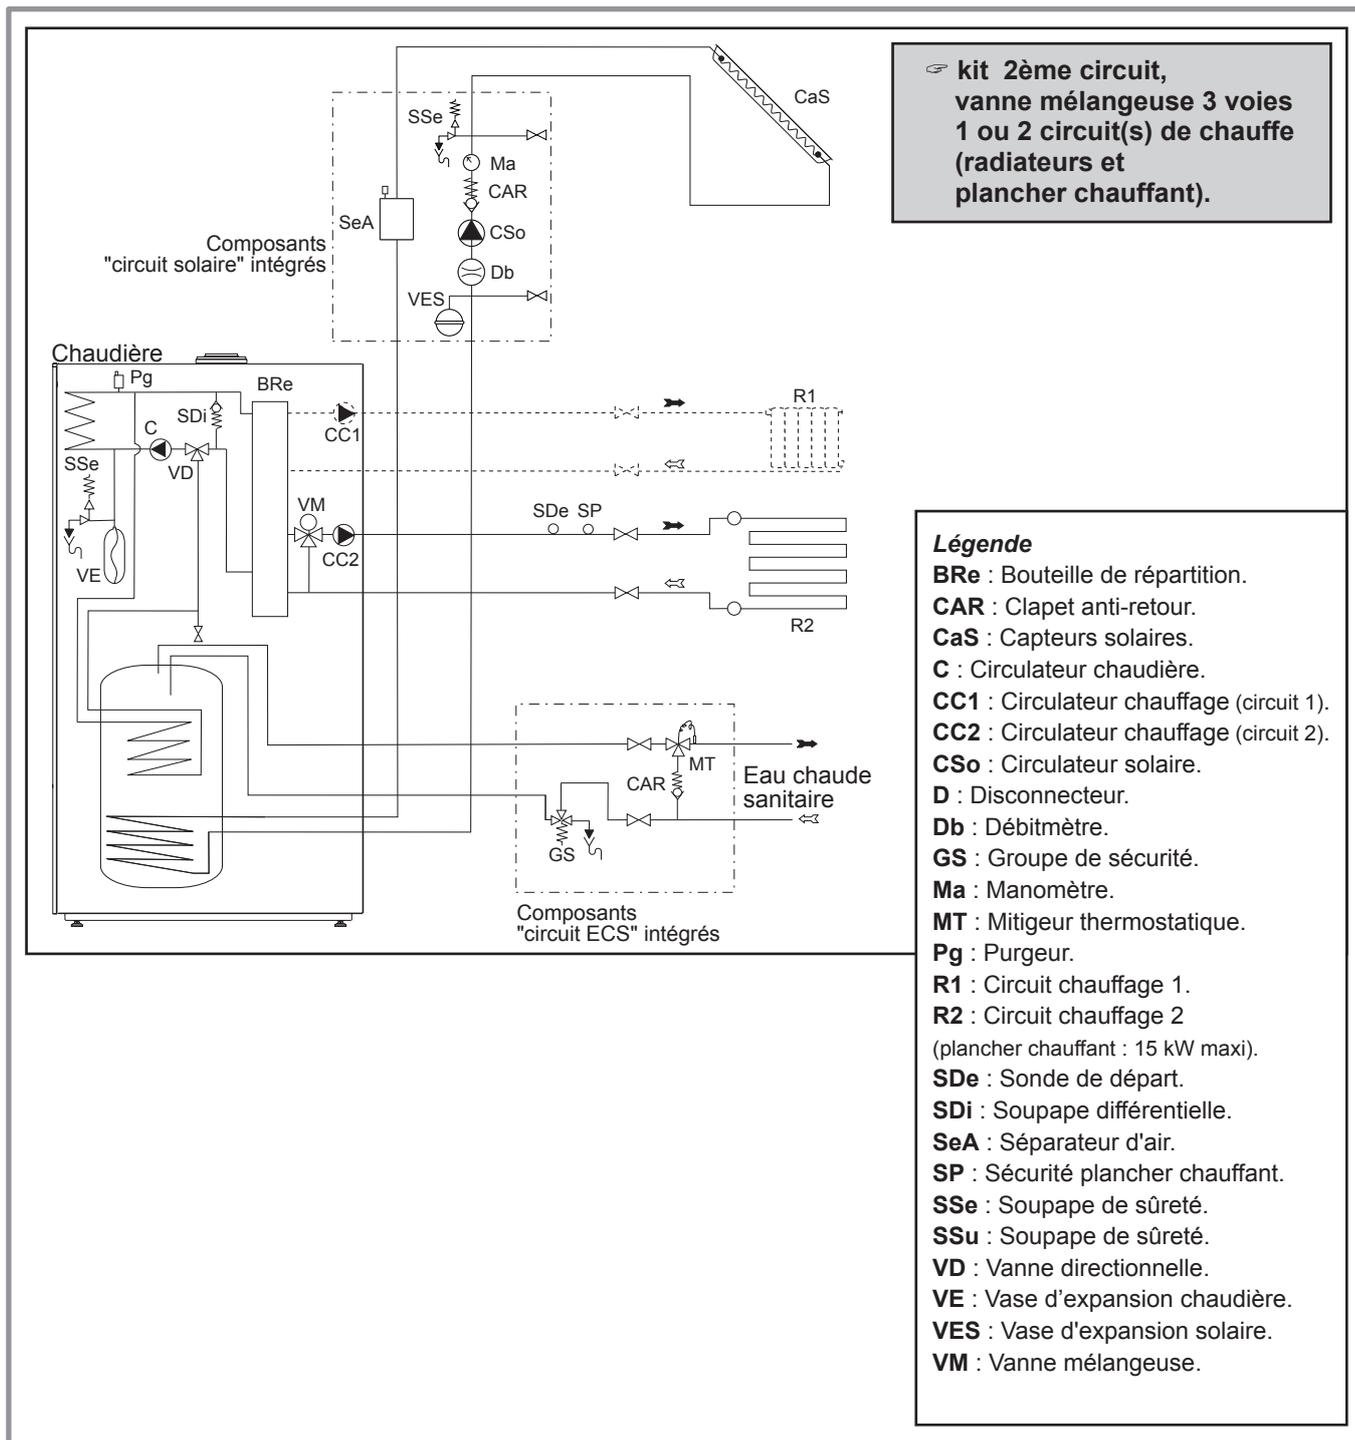

Figure 19 - Schéma hydraulique de principe, 1 ou 2 circuits (kit 2^{ème} circuit)
- Se référer à la notice fournie avec le kit hydraulique 2^{ème} circuit **Vanne 3 voies** (074 715) (voir Figure 19).